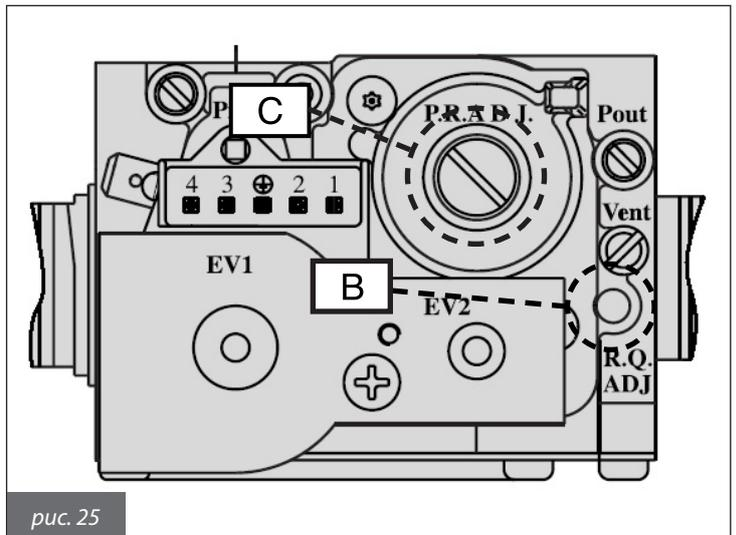

рис. 25
- отрегулировать значение CO_2 дымовых газов, вращая соответствующий регулятор В (рис. 25) и убедиться в том, что оно не превышает параметры, представленные в таблице 21;
- отрегулировать значение CO_2 дымовых газов, вращая соответствующий регулятор С (рис. 25) и убедиться в том, что оно не превышает параметры, представленные в таблице 21;